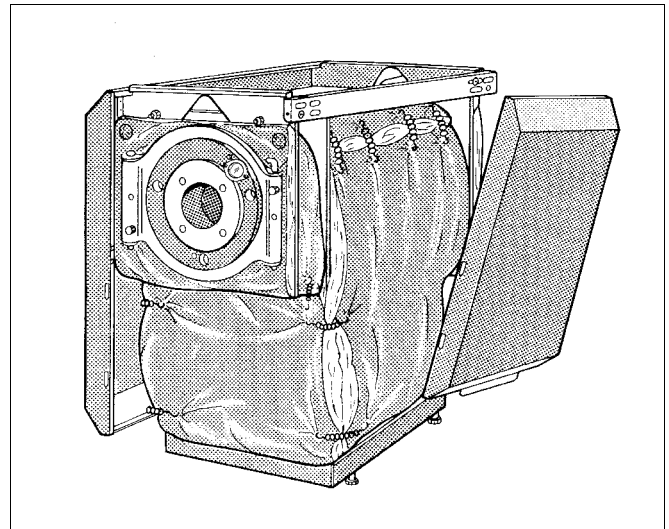

Abb. 9 Seitenwände einsetzen
- Seitenwände unten mit der Abkantung hinter den Kesselrahmen einsetzen (Abb. 9).